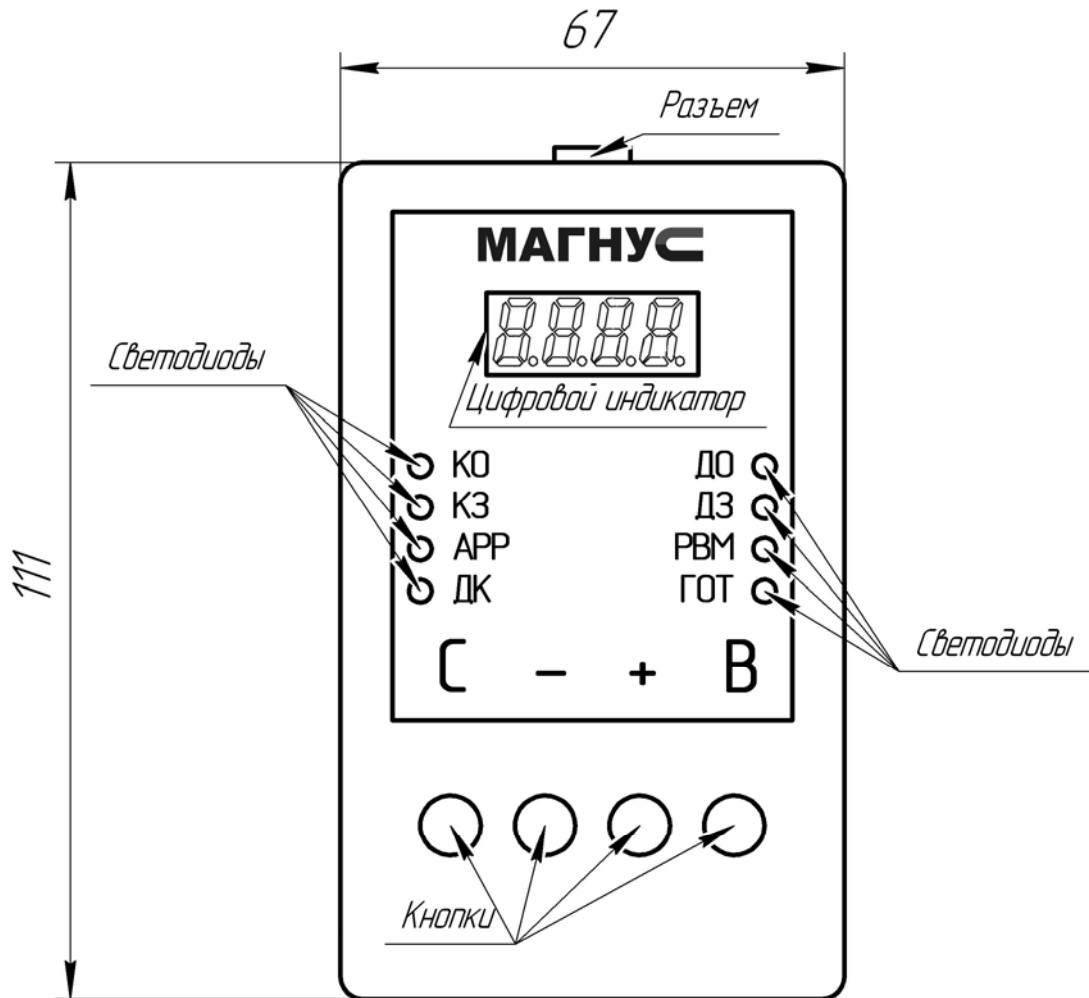

Рис.4 Внешний вид Прибора
3.3 Сервисный прибор (далее «Прибор») предназначен для настройки параметров и тестирования Привода. Прибор содержит плату, закрепленную на стойках внутри корпуса, разъем для подключения шнура последовательного интерфейса и питания, а также панель управления, расположенную на лицевой стороне корпуса ( рис.4 ).